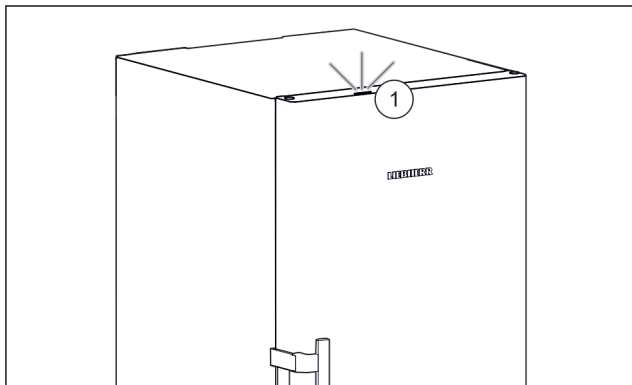

Fig. 4
Při uvedení přístroje do provozu je stavové světlo Fig. 4 (1) z výroby deaktivované.